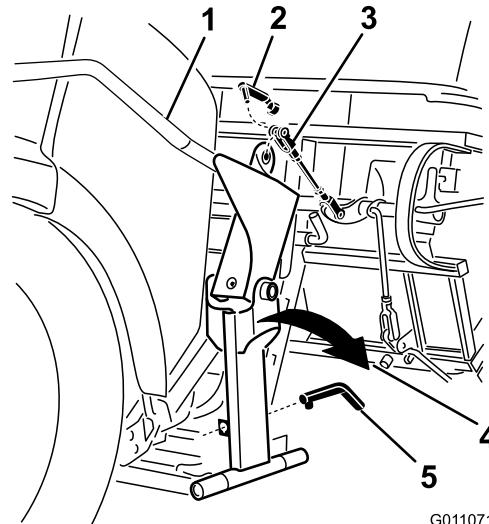

Figura 34
3. Togliete la molla per cavallotto collegando la forcella all'impugnatura (Figura 34).
4. Estraete il perno dal foro della chiave che tiene posizionata l'impugnatura (Figura 34).
5. Ruotate l'impugnatura verso l'esterno per consentire l'accesso al cofano (Figura 34).